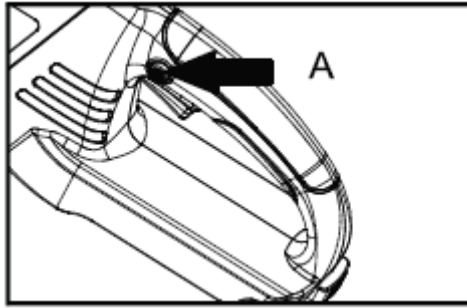

Fig. 6C
3. Avec votre pouce droit, appuyez sur le bouton de verrouillage de sécurité (A) tout en appuyant sur la gâchette. Pour arrêter la scie, relâchez la gâchette (Fig. 6C).